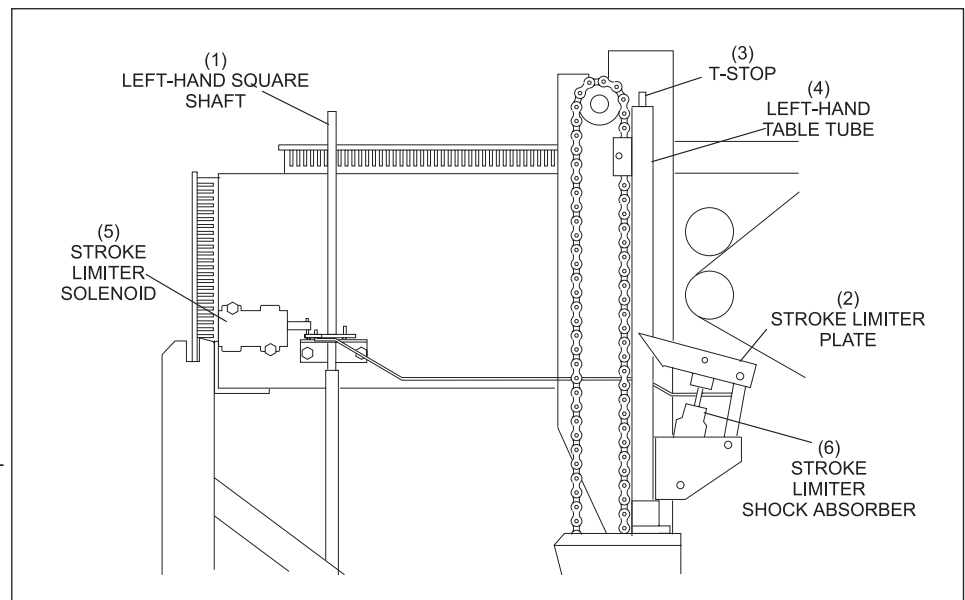

Abbildung 5-44. Einstellen der Hubbegrenzung
- d. Prüfen Sie, dass sich der Stelltisch mittig zum T-Stopp befindet, wenn die Hubbegrenzungsplatte vorne in ihrer normalen Position ruht. Sollte dies nicht der Fall sein, stellen Sie die Hubbegrenzungsbefestigungsschraube ein und zentrieren Sie den hydraulischen Stoßdämpfer, indem Sie die Stellringe lockern und den Stoßdämpfer nach vorn oder nach hinten bewegen. Siehe *Abbildung 5-44*.